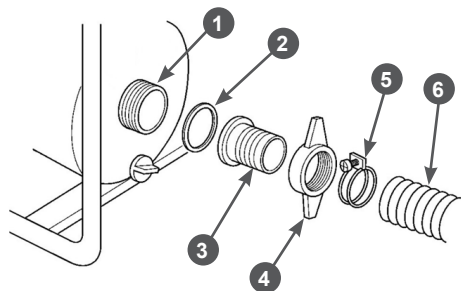

**Рис. 11 Установка всасывающего рукава**
3. Установите патрубок 3 через уплотнительное кольцо 2 к всасывающему фланцу 1 насоса и плотно затяните гайку 4 патрубка (Рис. 11).
4. Наденьте до упора всасывающий рукав 6 на патрубок 3 и затяните его хомутом 5 (Рис. 11).